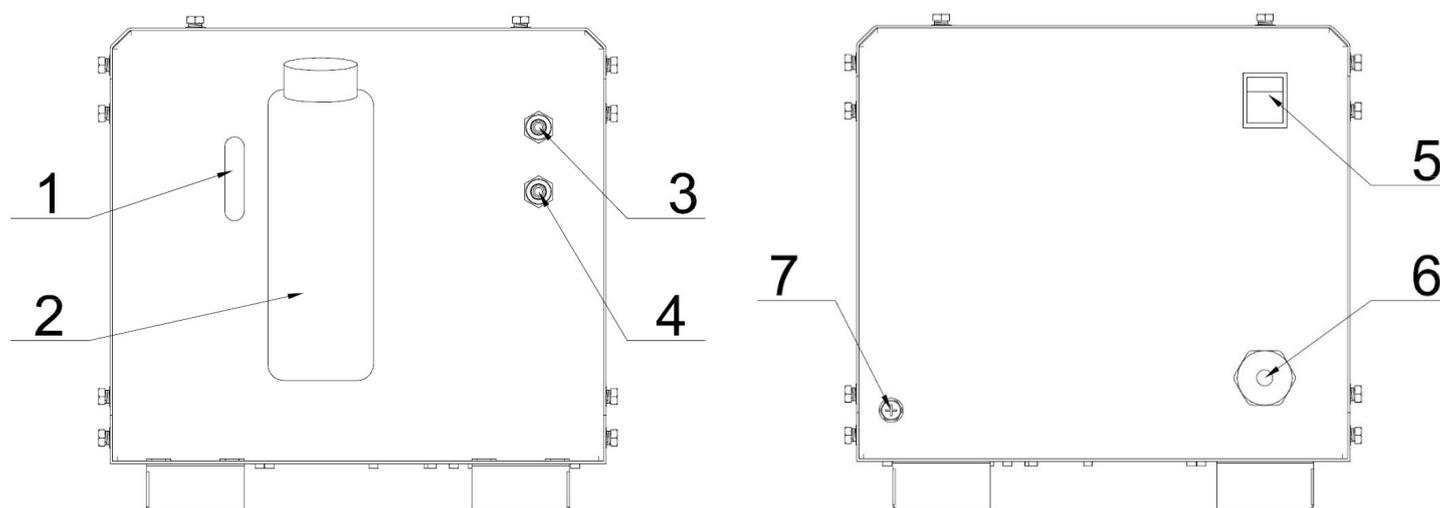

Figura 2
A figura 2 demonstra a posição e função dos componentes externos da máquina:
5. Após seguir corretamente os passos anteriores para a instalação do equipamento, energize o mesmo através da chave Liga/Desliga (posição 5, figura 2).